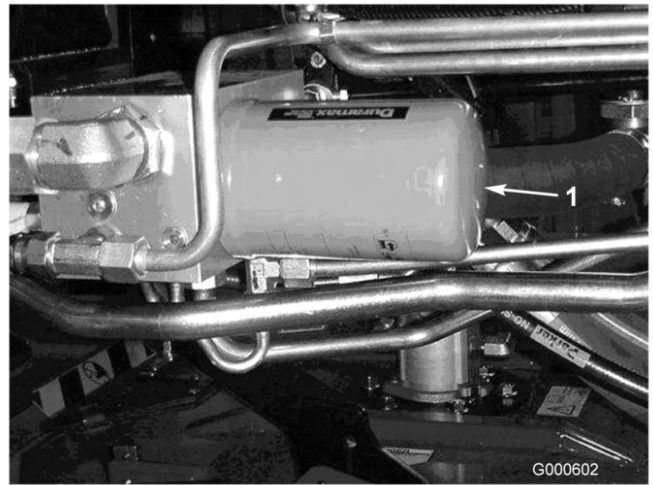

Figura 57
2. Pulite la superficie circostante il filtro. Collocate una bacinella di spurgo sotto il filtro (Figura 56 e Figura 57).